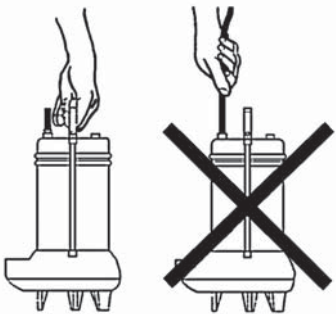

Figura 1 : Traslado de la bomba
-  Para un correcto funcionamiento, la bomba deberá estar apoyada en el fondo de la arqueta o suspendida mediante un material resistente (nylon, acero inoxidable, etc..) de la propia asa de la bomba. Jamás se suspenderá por el cable eléctrico (figura 1).